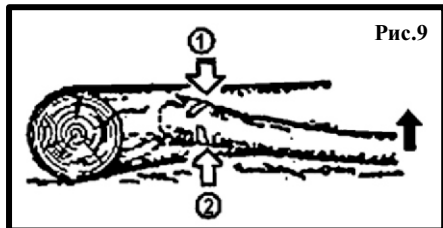

Рис.9
(1)-Начальный рез, (2)-Окончательный рез.
6.8. Резка ветви лежащего дерева (рис.9).